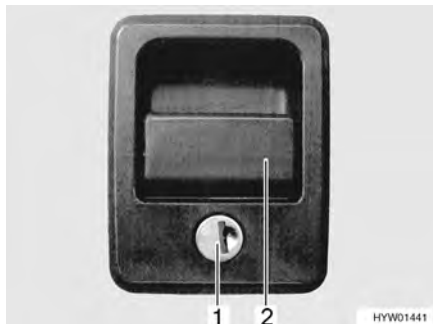

Fig. 36 Serratura dello sportello con impugnatura
- Inserire la chiave nel cilindro della serratura (Fig. 36,1) e ruotare di un quarto di giro. La serratura dello sportello è sbloccata.
- Tirare la maniglia della serratura (Fig. 36,2). In questo modo si apre lo sportello esterno.